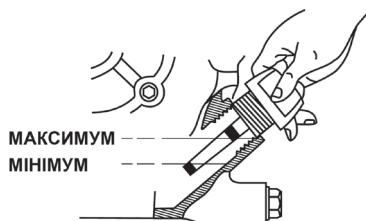

Рисунок 3. Перевірка рівня мастила в картері.
5.1.5 Перевірити рівень моторного мастила в картері двигуна за допомогою кришки-щупа, у разі необхідності долити (рис. 3).